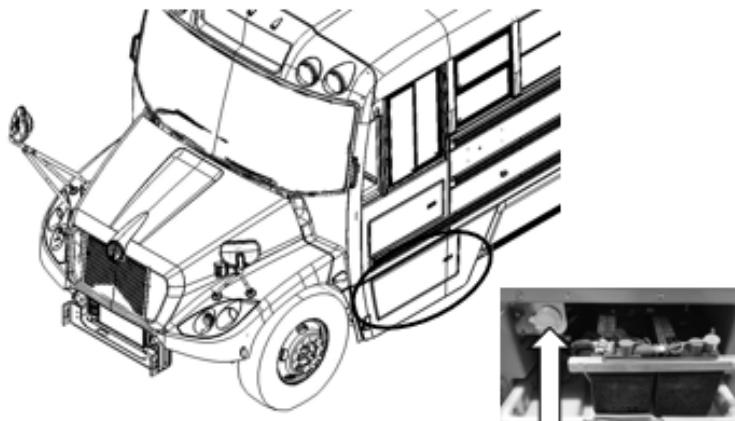

Figure 3 - Emplacement de l'interrupteur de batterie extérieur
7. Localisez l'interrupteur de batterie extérieur et le positionner à la position « OFF » (Arrêt) (Figure 3).